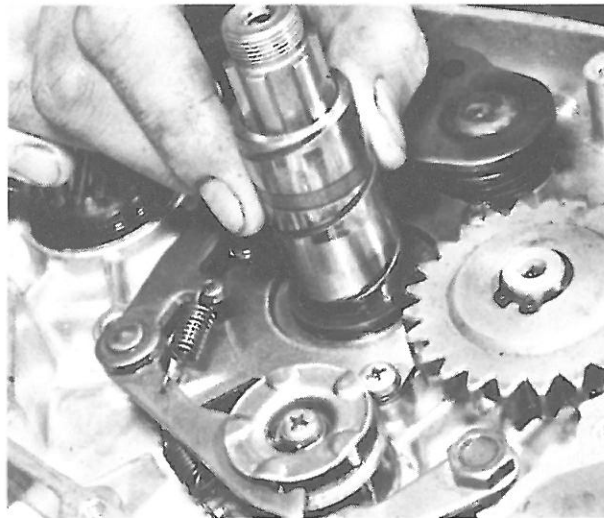

Bild 95
- Anlaufscheibe auf die Getriebehauptwelle aufstecken (Bild 94), dann die lange Laufbüchse. Diese darf *nicht* verkehrt herum montiert werden, weil sich ihre Ölbohrung mit derjenigen in der Welle decken muss; das Ende mit der Bohrung ist dann dem Beschauer zugewandt (Bild 95).